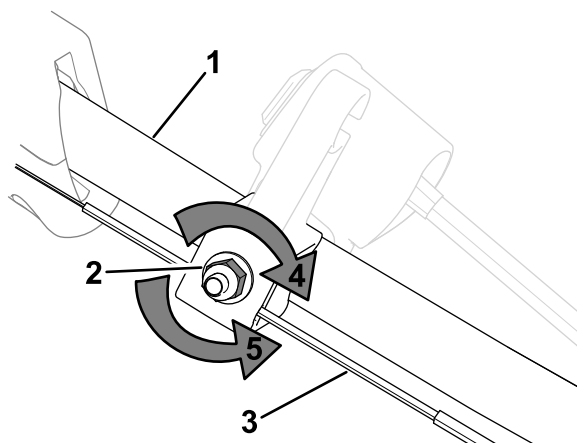

Figura 35
1. Girate il dado di regolazione in senso antiorario per allentare la regolazione del cavo (Figura 35).
2. Regolate la tensione del cavo (Figura 35) tirandolo indietro o spingendolo in avanti e mantenendo quella posizione.